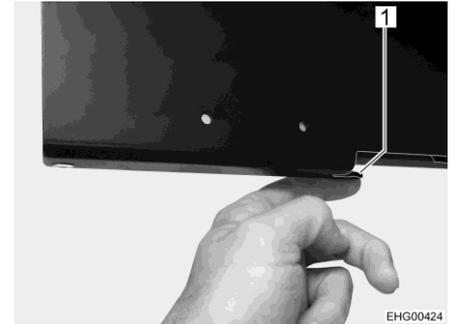

Fig. 95 Sbloccaggio del meccanismo a rotazione
- Per ruotare lo schermo piatto nella posizione desiderata: Premere la leva nera (Fig. 95,1) verso il basso sulla piastra estraibile e ruotare lo schermo piatto.